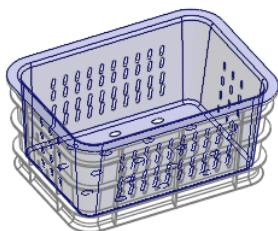

图 16.6 选取连续面 (一)
(3) 定义聚合选择。
① 在“聚合选择”菜单中选择 **Surfaces (曲面)** **Done (完成)** 命令，然后在图形区选取模型内壁所有面，如图 16.6 所示，在“选择”对话框中单击 **确定** 按钮，单击 **Done Refs (完成参考)** 命令。